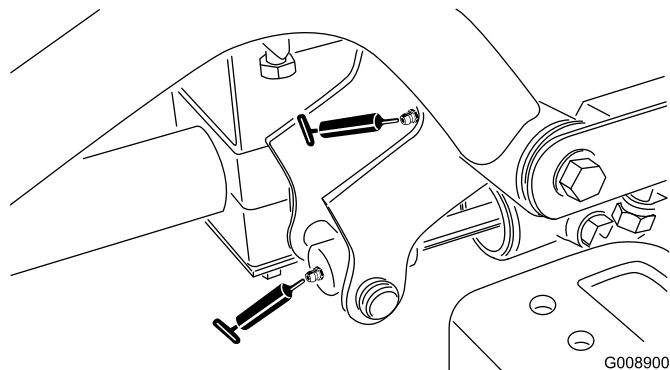

Figure 42
- Pivot de bras de relevage avant droit et vérin de relevage (2) (Figure 42)